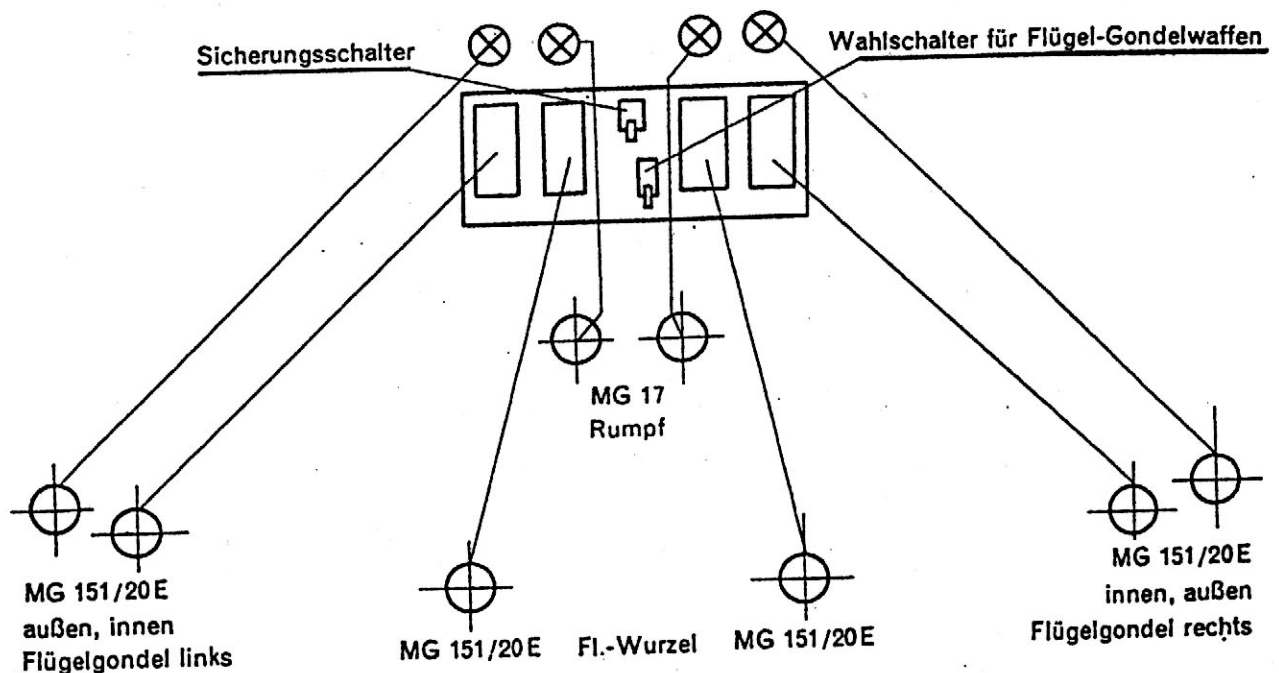

Abb. 1: SZKK 4, Schaltskizze
- Abb. 1: SZKK 4, Schaltskizze